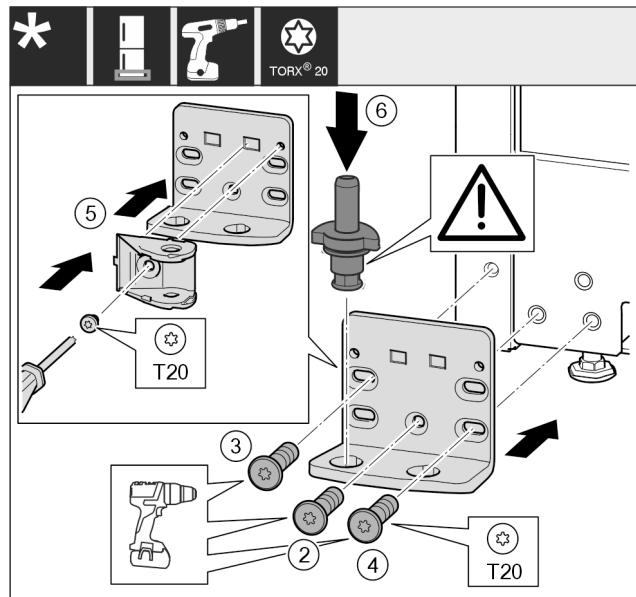

Fig. 18
- ▶ 将托架安装到另一侧，并借助螺丝刀旋紧。用螺钉 Fig. 18 (2)从底部的中心开始。
- ▶ 拧紧螺钉 Fig. 18 (3)和螺钉 Fig. 18 (4)。